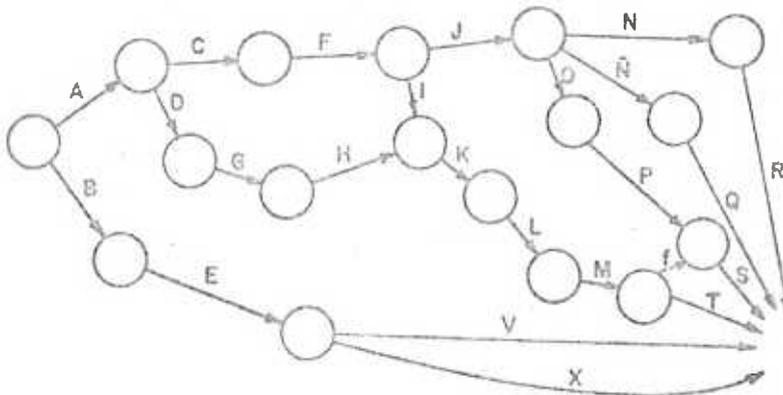

FIGURA 28
o) Reflejando la condición 17 tendremos (figura 28):